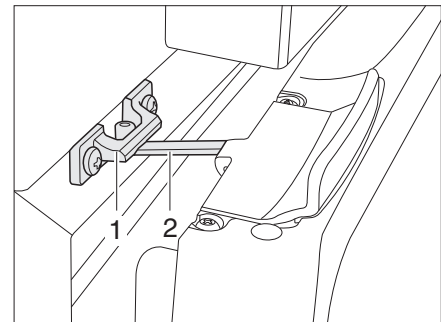

Bild 335 Kälteboxtür in Lüftungsstellung (Thetford)
- Verriegelung (Bild 335,2) aufklappen und in der Verriegelungsaufnahme (Bild 335,1) einrasten. Die Kälteboxtür bleibt damit leicht geöffnet.